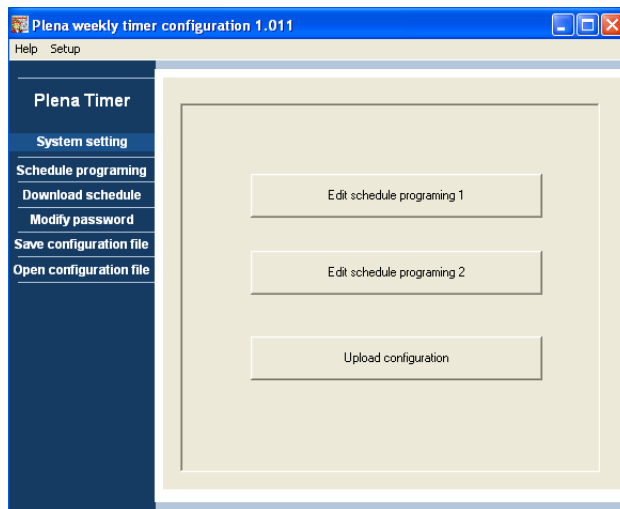

Abbildung 8.13: Schaltflächen für Programmierung und Hochladen
- 1 Klicken Sie vom Hauptmenü aus auf die Schaltfläche Schedule programming. Daraufhin erscheint das folgende Fenster (siehe Abbildung 8.13).